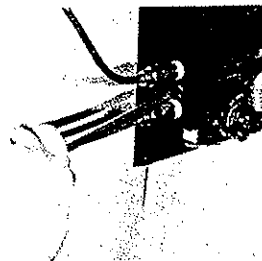

Figure 17
Enlever les vis (12) et le distributeur (69) fig. 17 & 18.